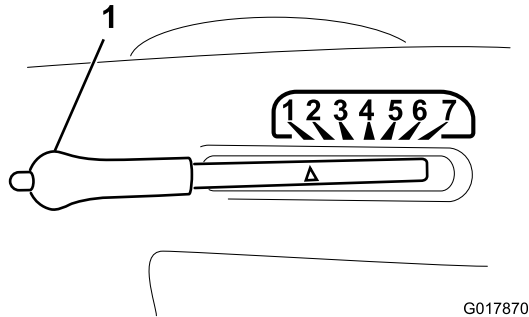

Figure 7
**Important:** Sélectionnez la hauteur de coupe la plus élevée (7) pour transporter la machine hors de la pelouse de sorte à ne pas endommager les lames.
1. Appuyez de façon continue sur le bouton du levier de sélection de hauteur de coupe (Figure 7).